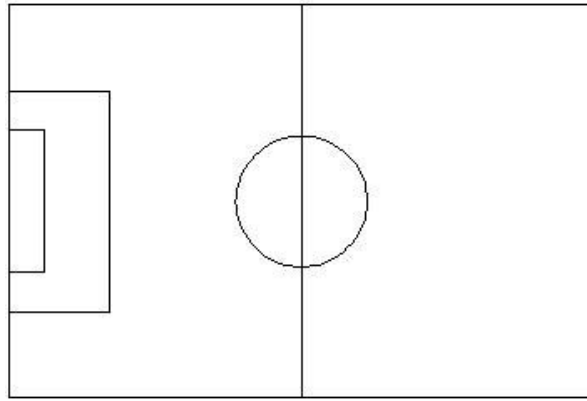

Figura 15 - Construção do Campo
24. Clique no segmento de linha dispensável para criação da pequena e grande área. Até obter a figura 15. Obs: O botão delete também será necessário.